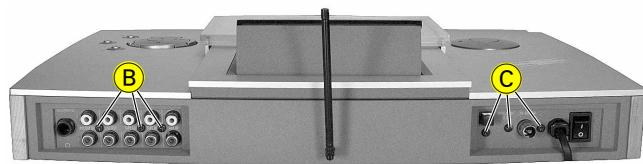
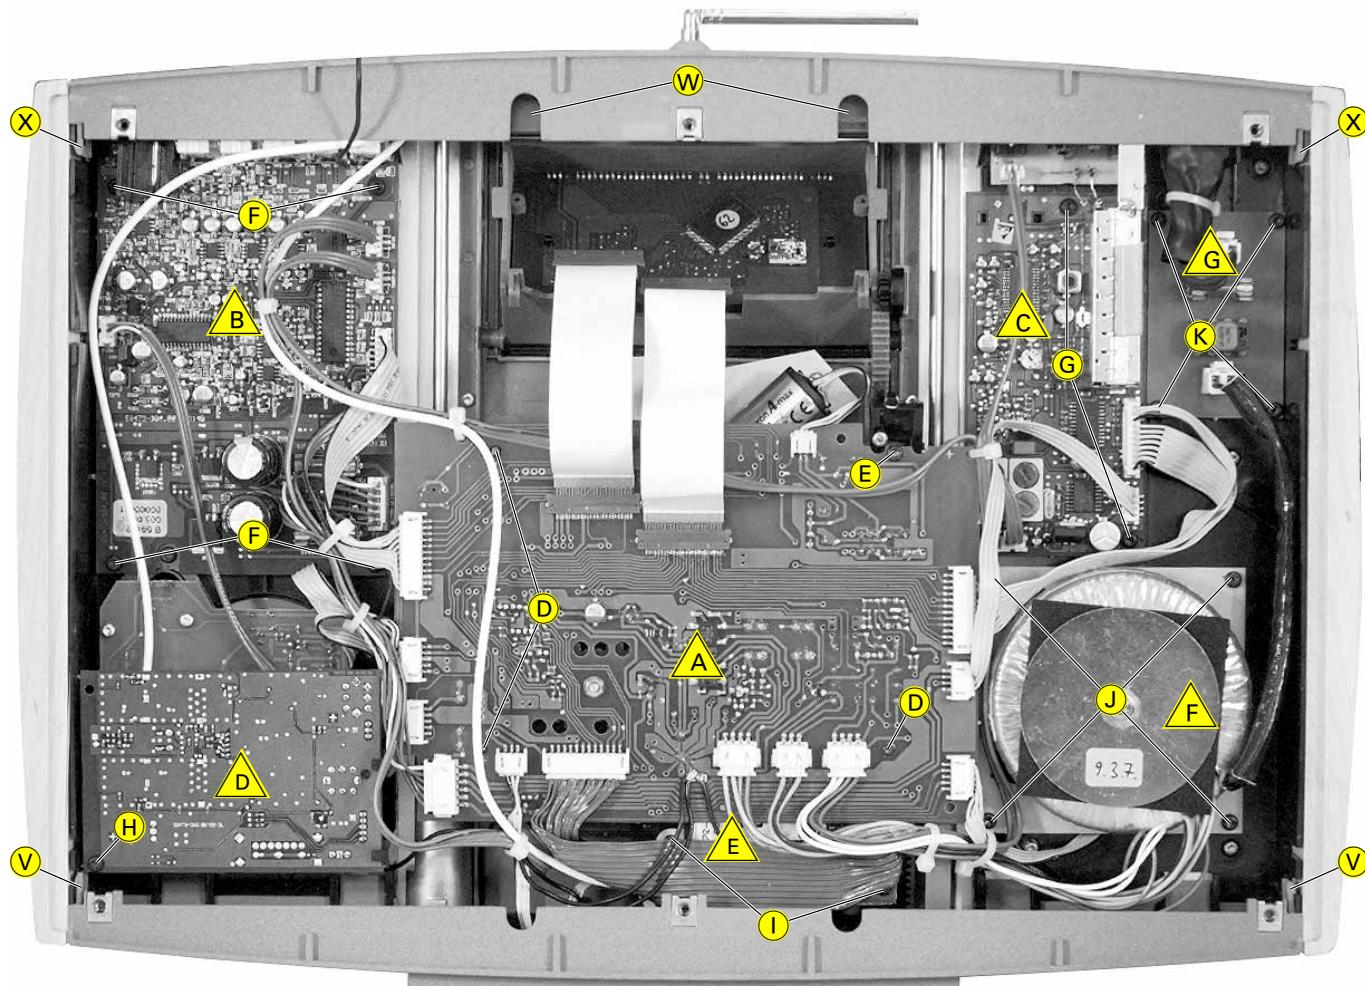
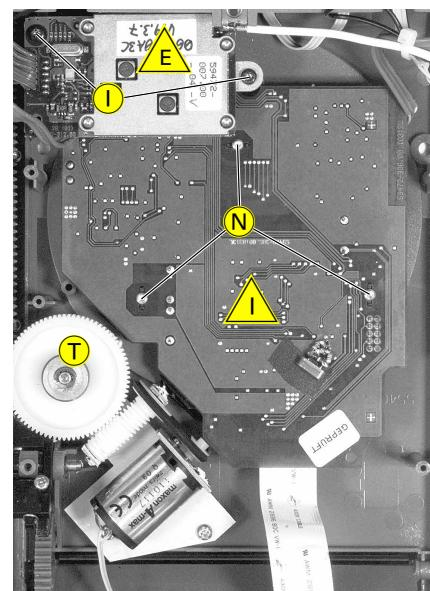

Fig. 2
Fig. 3
Fig. 6
- 3 Schrauben **D** und Schraube **E** heraus schrauben und CD-Control-Platte heraus nehmen (Fig. 3).
- 3 Schrauben **B** (Fig. 2) und 4 Schrauben **F** (Fig. 3) heraus schrauben und NF-Platte heraus nehmen.
- Undo 3 screws **D** and screw **E** and remove the CD Control Board (Fig. 3).
- Undo 3 screws **B** (Fig. 2) and 4 screws **F** (Fig. 3) and remove the AF Board.
- 2 Schrauben  herausschrauben und Tuner-Platte herausnehmen (Fig. 3).
- Schraube  herausschrauben und Funkmodul herausnehmen (Fig. 3).
- 2 Schrauben  herausschrauben und Funkmodul herausnehmen (Fig. 3 / Fig. 6).
- 4 Schrauben  herausschrauben und Netztrafo herausnehmen (Fig. 3).
- 4 Schrauben  herausschrauben und Netzanschluss-Platte herausnehmen (Fig. 3).
- 3 Schrauben  herausschrauben und CD-Logik-Platte zusammen mit dem CD-Laufwerk herausnehmen (Fig. 6).
- Undo 2 screws  and remove the Tuner Board (Fig. 3).
- Undo screw  and remove the Audio RF Module (Fig. 3).
- Undo 2 screws  and remove the Data RF Module (Fig. 3 / Fig. 6).
- Undo 4 screws  remove the Mains Transformer (Fig. 3).
- Undo 3 screws  and remove the CD Servo Board together with the CD Drive (Fig. 6).
- Zahnradantrieb **T** (Fig. 6) nach oben herausziehen.
- Pull out the gear drive **T** (Fig. 6).